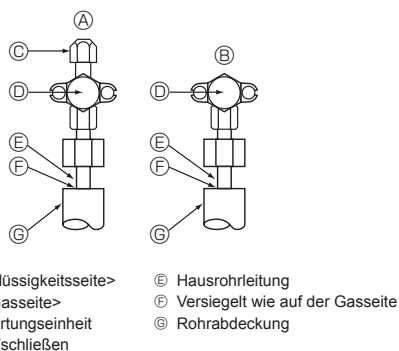

Fig. 4-4
4.4. Verfahren zum Prüfen der Rohre auf Dichtigkeit (Fig.4-4)